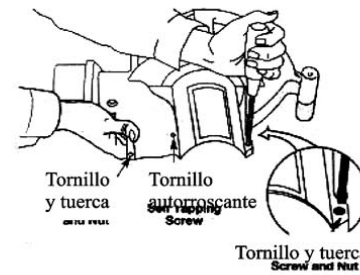

Fig 2
3. Inserte 2 (dos) tornillos Torx 8-32 x 3/4" T20 en el lado derecho de la carcasa del motor y las 2 (dos) tuercas en la parte izquierda. (Fig. 2).
5. Inserte los 2 (dos) tornillos Torx 8-32 x 3/4" T20 restantes en los huecos de cada lado de la carcasa (Fig. 2). Ajuste los tornillos sin excederse.